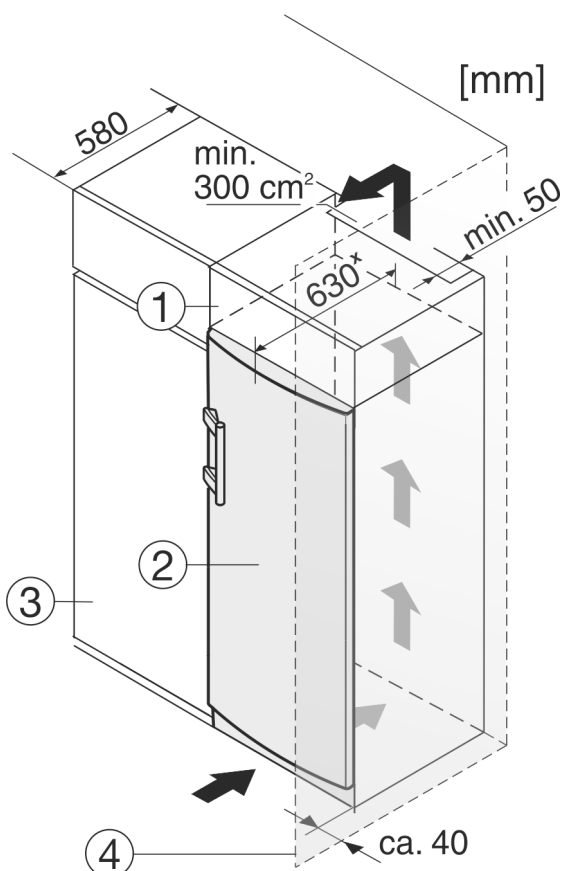

Fig. 12
- (1) Rehausse
- (2) Appareil
- (3) Placard de cuisine
- (4) Mur
L'appareil peut être intégré dans des meubles de cuisine. Pour adapter l'appareil Fig. 12 (2) à la hauteur du coin cuisine, une rehausse Fig. 12 (1) peut être posée sur l'appareil.
Lors de la transformation avec des placards de cuisine (profondeur max. 580 mm), le réfrigérateur peut être placé directement à côté du placard de cuisine Fig. 12 (3). Le réfrigérateur dépasse sur les côtés de 34 mm * et au centre du réfrigérateur de 50 mm * par rapport à la façade du placard.
Si le réfrigérateur est installé avec les charnières près d'une paroi Fig. 12 (4), la distance entre le réfrigérateur et la paroi doit être d'au moins 40 mm. Cela correspond au dépassement de la poignée lorsque la porte est ouverte.